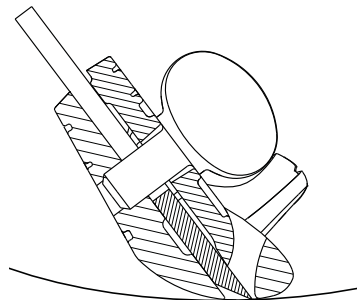

Figure 1 : Trouver la position de travail idéale avec une vastringue à semelle courbe
**Conseil :** Pour trouver la position de travail idéale, pivoter les poignets vers l'avant ou l'arrière jusqu'à ce que les bords avant et arrière de la lumière soient en contact avec la pièce à travailler, comme illustré à la **figure 1**. La position de travail idéale est atteinte lorsque la vastringue produit un copeau régulier. Comme dans la plupart des activités, il faut de la pratique pour exceller.